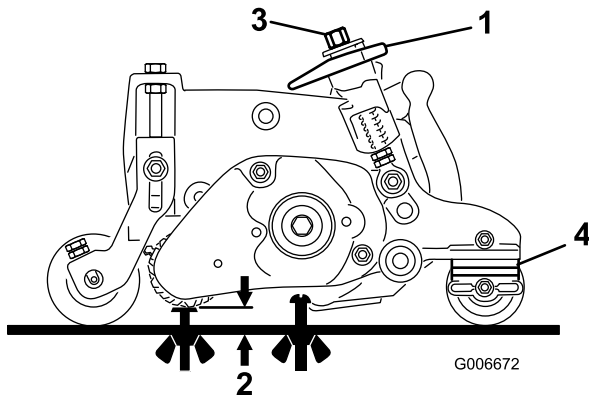

Bild 46
1. Stellen Sie sicher, dass der Groomer auf die gewünschte Groominghöhe eingestellt ist (Bild 46).